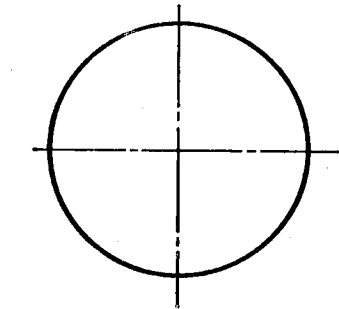

图1 角顶在竖向中心线上
1—8 初学者标注尺寸时，常犯哪些毛病？——读图1，比比图2。
2. 用三角板分别作图1的外切，图2的内接正六边形。